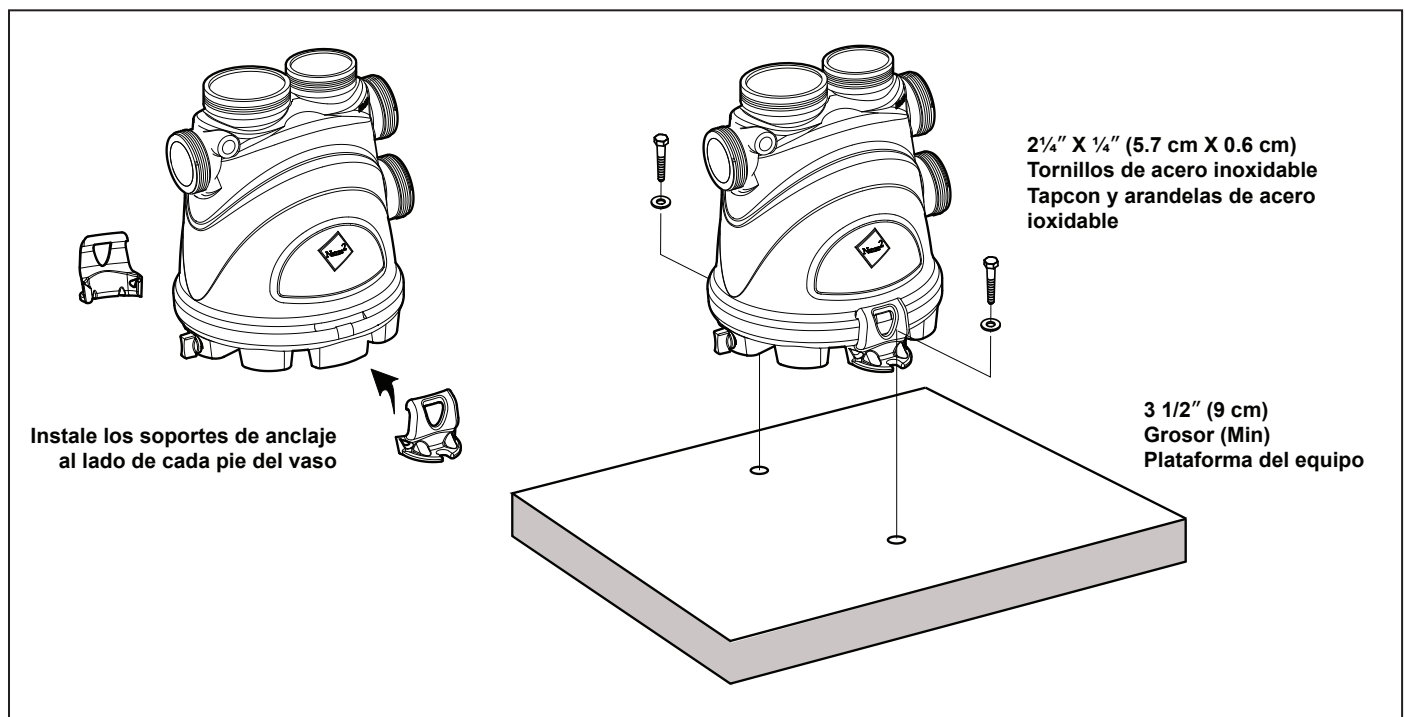

Figura 2. Instalación de los soportes de anclas
**NOTE** Tornillos y arandelas de anclaje para asegurar el vaso a la plataforma de los equipos no se incluyen con el equipo. Zodiac Pool Systems, Inc. ("Zodiac") recomienda que un tornillo de 2 ¼" X ¼" (5,7 cm x 0,6 cm) de largo de acero inoxidable TAPCON® y arandela planas de acero inoxidable sean utilizadas para montar cada uno de los dos (2) anclas en la base a la plataforma de los equipos. El tornillo Tapcon de concreto de Florida cumple con los requisitos del código de construcción.
1. Manualmente coloque los dos (2) soportes de anclas a los pies del costado del vaso, como se muestra en la Figura 2. Asegúrese de que estos soportes de anclas estén firmemente colocados a los pies de la vaso.
3. Perfore un agujero de 5/32" (0,5 cm) en la plataforma en cada uno de las dos (2) anclas. El tamaño correcto de broca de concreto debe ser obtenido cuando se compran los tornillos de concreto.
4. Instale los tornillos Tapcon y arandelas en cada uno de los dos (2) agujeros para asegurar el vaso a la plataforma de los equipos. No se exceda en apretar los tornillos.